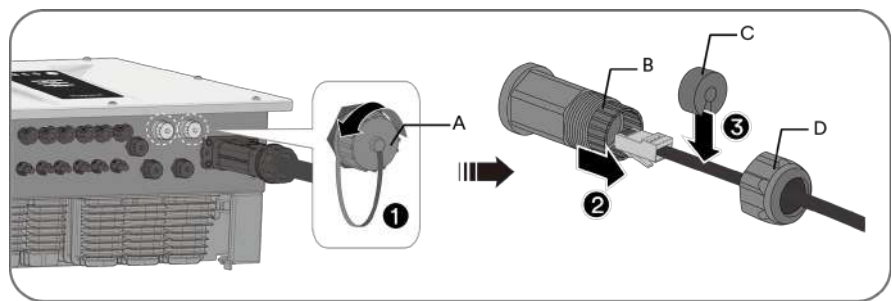

Abb. 36. Netzkabel einführen
4. Führen Sie das Netzkabel durch die Überwurfmutter und die Gewindehülse. Befestigen Sie die Kabeltülle am Netzkabel (siehe Abb. 36).